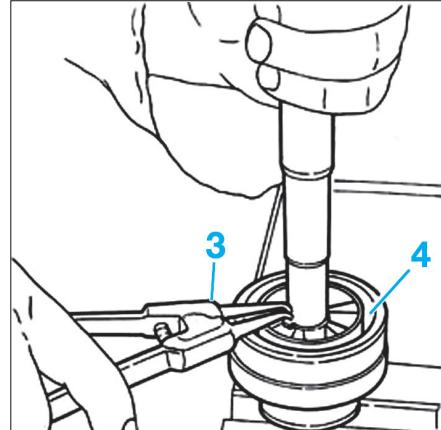

Fig. 7
- À l'aide d'une pince appropriée, écarter le circlips (3) et le déposer (Fig.7).
- Déposer le joint homocinétique (4).
- Remonter le joint homocinétique (4) et le circlips (3).
- Remettre le soufflet en place et serrer les deux colliers (1).